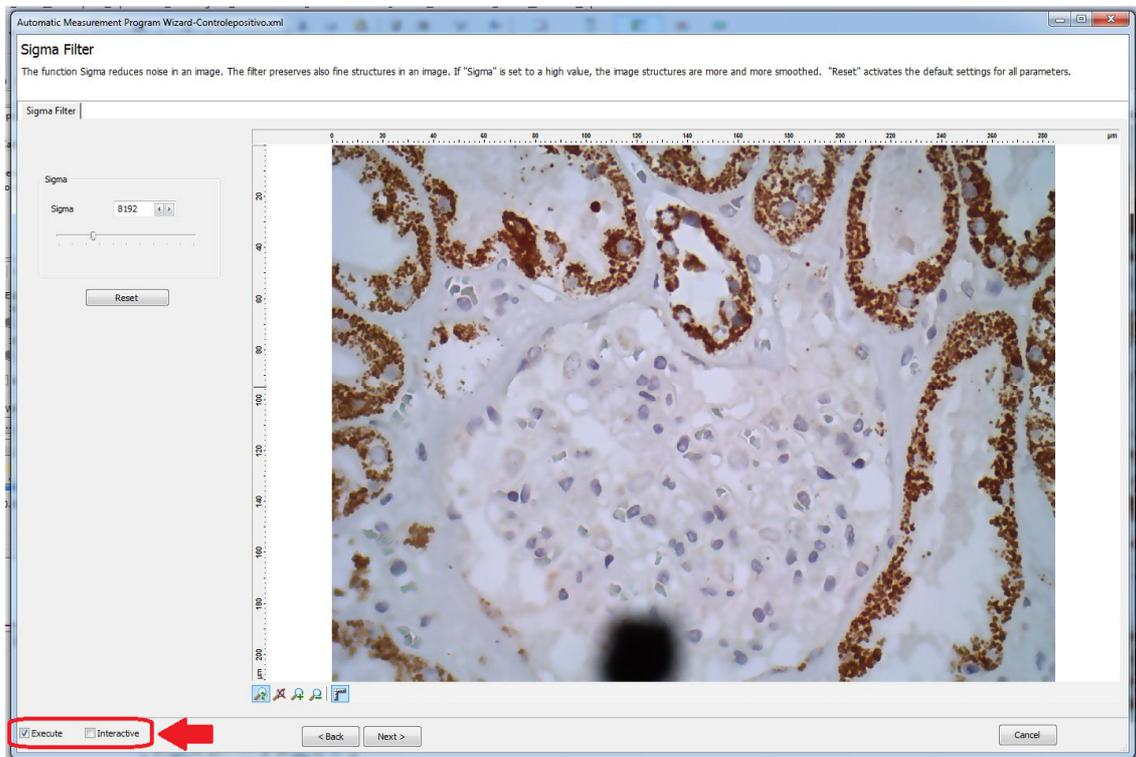

Figura 10.10 – Passo 4, filtro de Sigma em execução
**OBS:** conforme destaque na figura 10.10, toda vez que se executa um passo (marcando-se o *checkbox* 'Execute'), aparece um segundo *checkbox* (denominado 'Interactive'). Como o próprio nome sugere interpretar, a função *Interactive* torna o passo interativo, ou seja, toda vez que o programa for executado, haverá uma interrupção no passo marcado para uma suposta correção da imagem. O uso do *Interactive*, a exemplo do *Execute*, é facultativa.